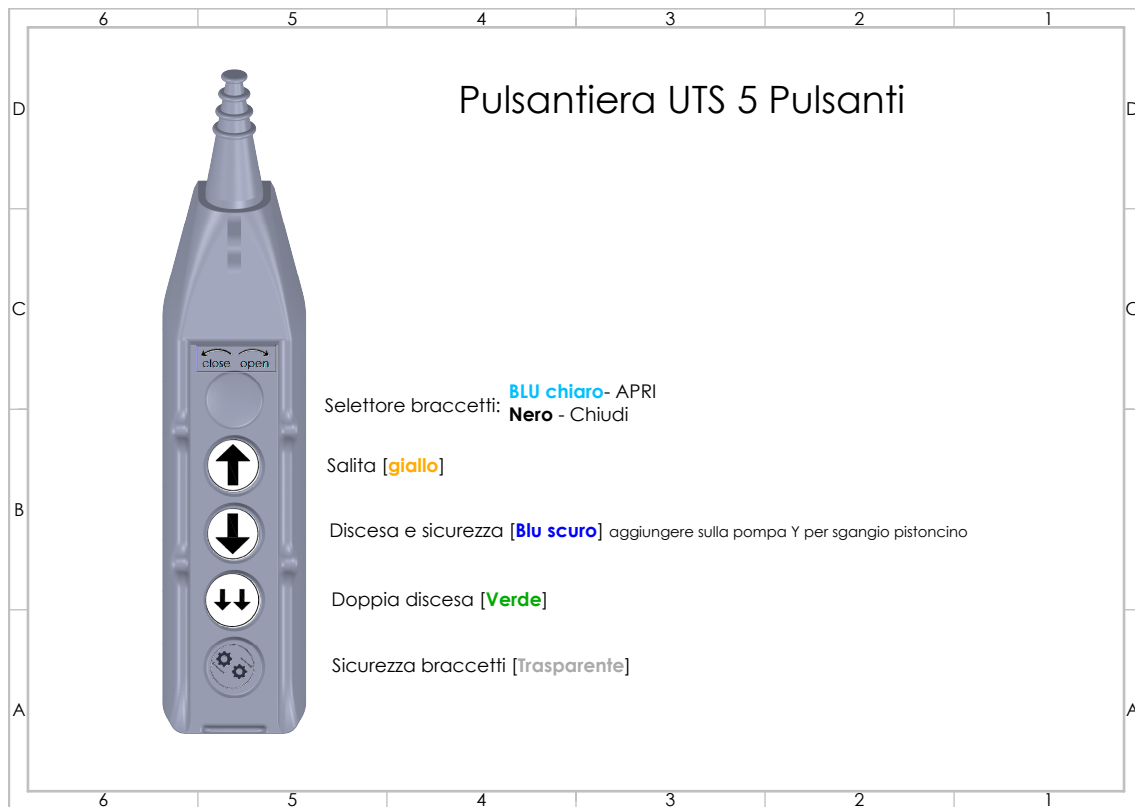

Figure 6: Panneau de commande UTS 5P - Bras automatiques.
- Ouvrir les bras de levage en appuyant sur le bouton  pour permettre la libre circulation; et simultanément le sélecteur d'ouverture (voir figure6);